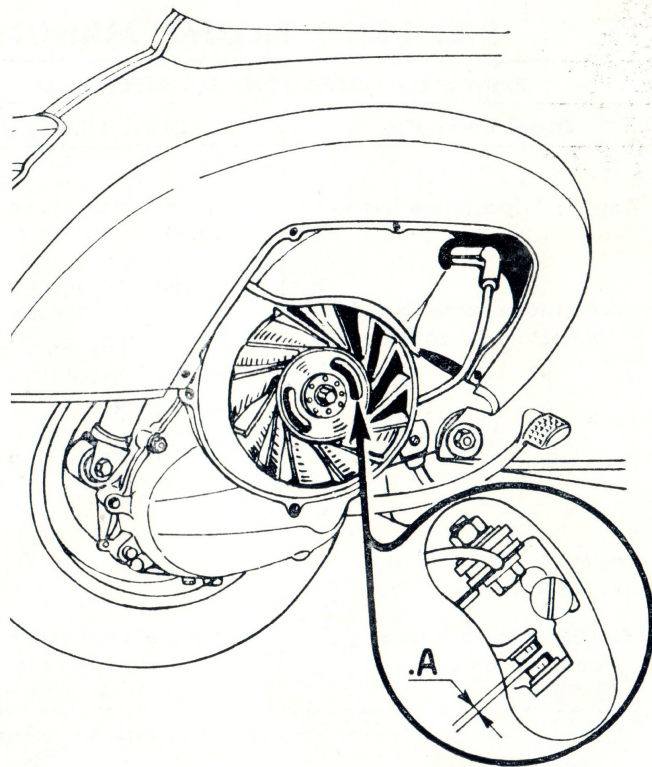

Fig. 16 - Registrazione puntine del ruttore
4) - Pulire, e se necessario registrare, le puntine platinizzate del ruttore (fig. 16).